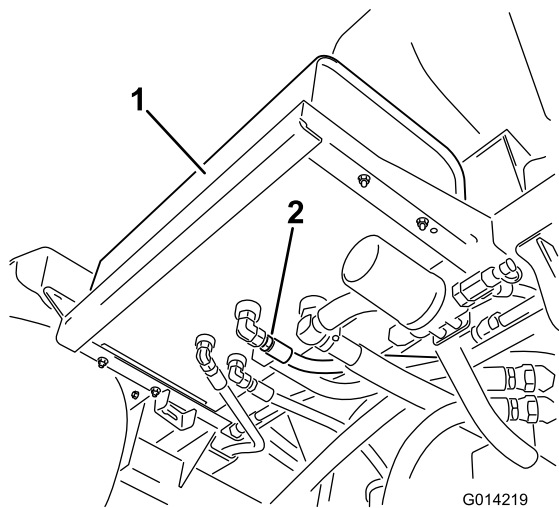

図 93
2. 油圧オイルタンクの底面についている油圧ホースフィッティングの周辺をきれいに拭く 図 93。
4. ホースのフィッティングをタンクから外してオイルを容器に受ける 図 93。